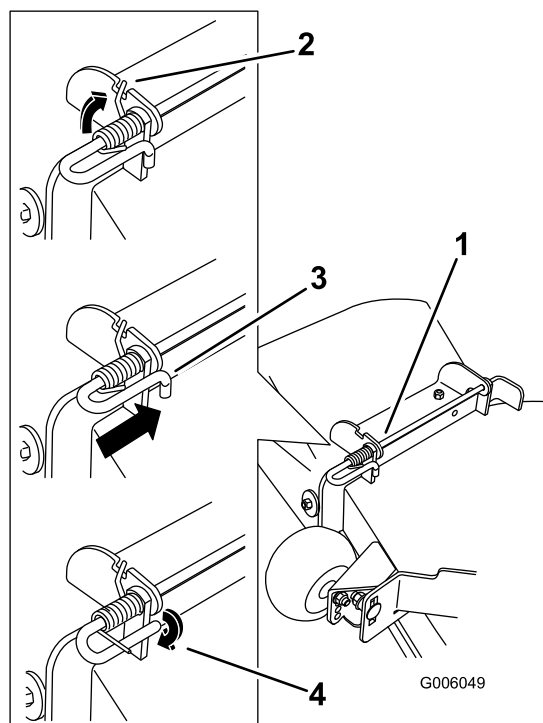

Figura 70
- Levante el extremo largo del muelle y colóquelo en la muesca del soporte de montaje del deflector (Figura 70).
- Fije el conjunto de varilla y muelle torciéndolo de manera que el extremo corto de la varilla pueda colocarse detrás del soporte delantero que está soldado a la plataforma (Figura 70).